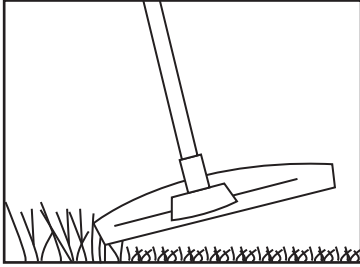

Fig. 20
1. Utiliser la tête de coupe-bordures (16) pour couper des herbes fines, du gazon ou d'autres végétaux fins similaires. Vérifier que le carter de protection (13) est bien fixé.
4. Placer la tête de coupe-bordures (16) juste au-dessus du sol à un angle d'environ 30° (Fig. 20).